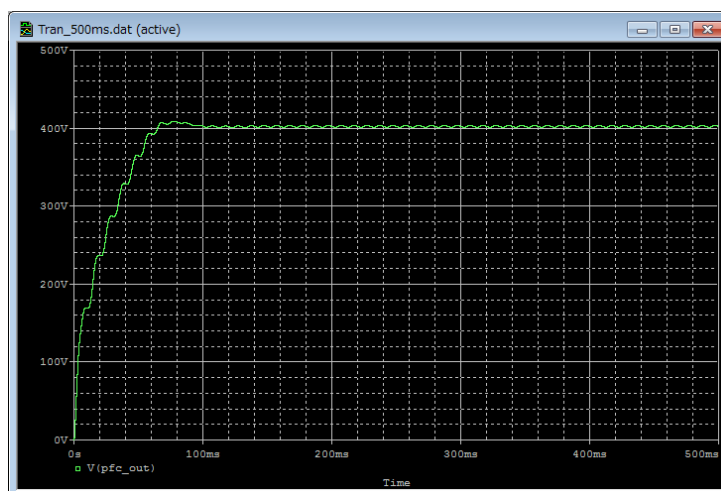

図 5.7 結果波形表示 (例：出力電圧波形)
- (3) 選択後、「OK」をクリックすることで結果波形が表示されます。(図 5.7)